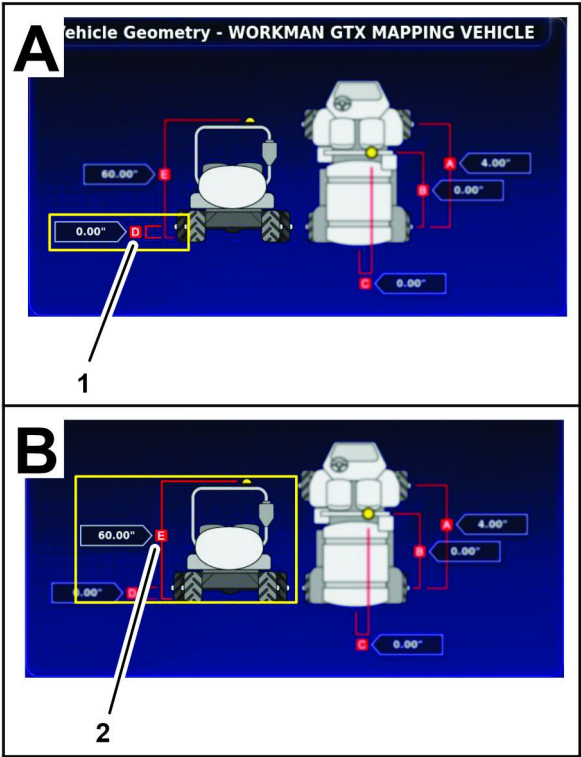

Figura 183
4. Misurate la distanza tra la linea centrale degli assali posteriori e il terreno (Figura 183)
1. Misurazione della linea centrale degli assali posteriori e del terreno (D)
2. Misurazione ricevitore satellitare e terreno (E)
5. Misurate la distanza tra la parte superiore del ricevitore satellitare e il terreno (Figura 183) e registrate la misurazione nel modulo di geometria.